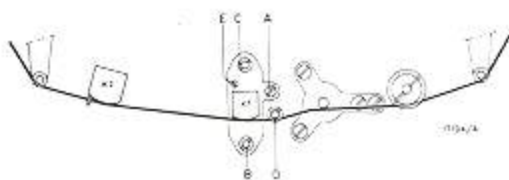

Fig. 6
### A. EINSTELLUNG DES AUFNAHME/WIEDERGABE- UND LOCHSKOPFES (Fig. 6)
- Die Lehre in das Gerät bringen, wie in Fig. 6 angegeben ist